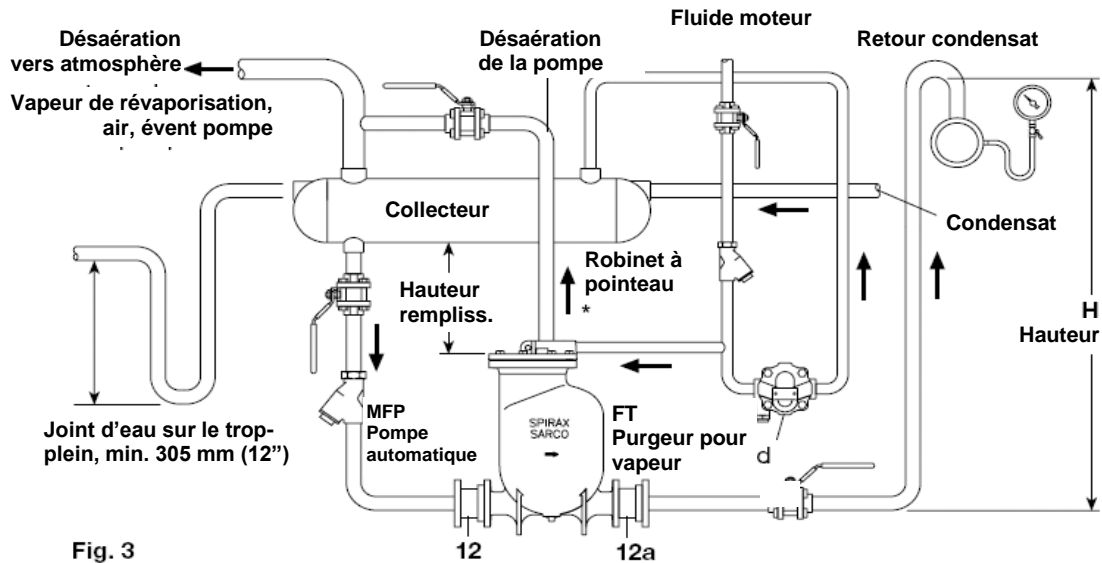

Fig. 3
1. Installer la pompe en dessous de l'appareil à purger, l'échappement dirigé verticalement vers le haut. Assurer la hauteur de charge recommandée comme indiqué à la fig. 3 (distance verticale entre le sommet de la pompe et le dessous du collecteur). Pour d'autres hauteurs de charge, consulter l'abaque de débit.
3. Monter les clapets de non-retour (12) et (12a) sur la pompe en veillant qu'ils soient montés en sens d'écoulement correct. Ser- rer les boulons des brides jusqu'à 76-84 Nm. Les parties de tuyauterie horizontales, amont et aval des clapets de non-retour doivent être les plus courtes possible. Raccorder la dé- charge de la pompe au réseau de retour condensat.
Le volume du collecteur, au-dessus de la hauteur de charge, doit être suffisant pour recueillir le condensat qui s'amène pendant la phase de refoulement. Le collecteur peut être constitué soit par un réservoir, soit par une longueur de conduite à grand diamètre. Si nécessaire, le collecteur peut être muni d'un siphon de trop-plein assurant un joint d'eau de 305 mm au minimum (voir fig.3).